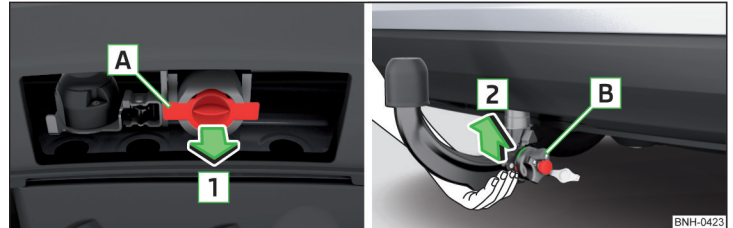

Abb. 221 Abdeckkappe für den Aufnahmeschacht abnehmen / Kugelstange einsetzen
- › Zur **Vorbereitung des Einbaus** die Abdeckkappe für den Aufnahmeschacht **A** in Pfeilrichtung **1** abnehmen » Abb. 221.
- › Zum **Einbau** die Kugelstange **von unten** fassen » Abb. 221.
Nach dem Ausbau der Kugelstange die Abdeckkappe für den Aufnahmeschacht **A** entgegen der Pfeilrichtung **1** einsetzen » Abb. 221 auf Seite 194.